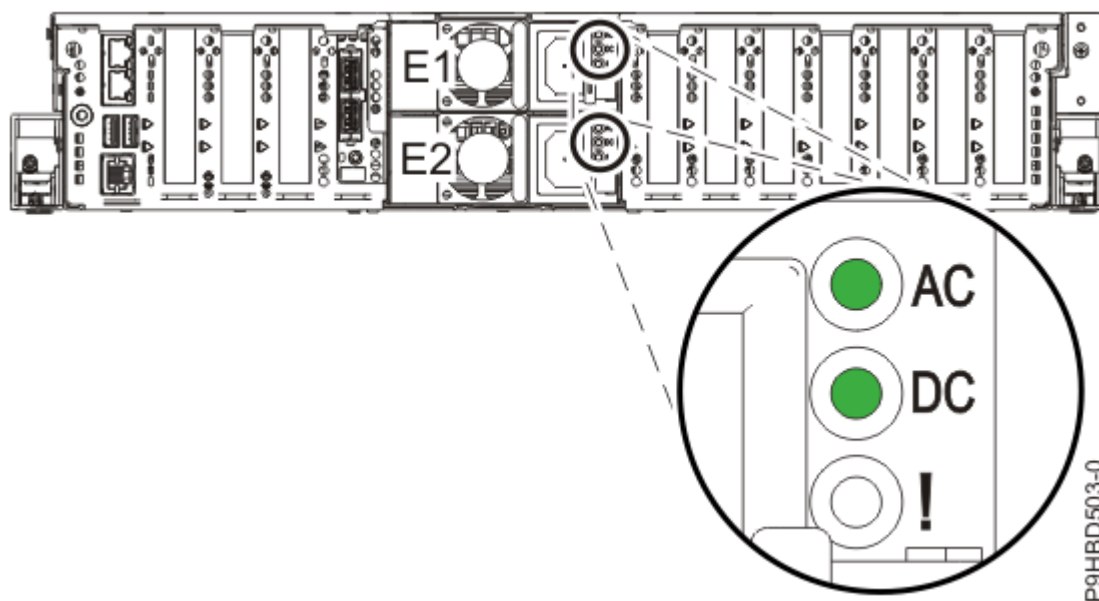

図 7. 動作中の電源装置の LED
5. 再取り付けした電源装置の LED の状態に注意してください (9 ページの図 7 を参照)。